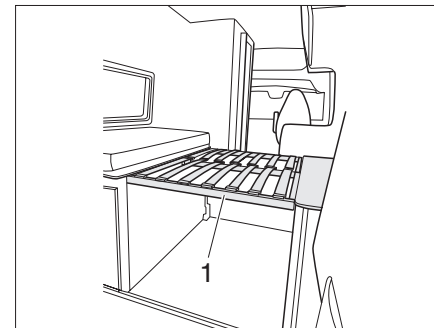

Fig. 56 Superficie de reposo en la parte trasera
- ▶ Colocar el somier de listones (Fig. 56, 1) en los recubrimientos.